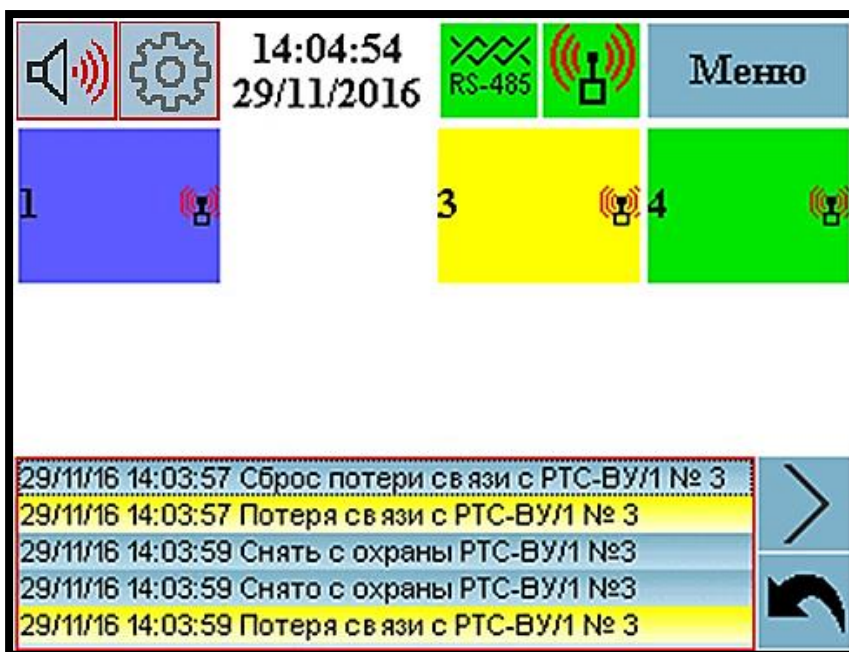
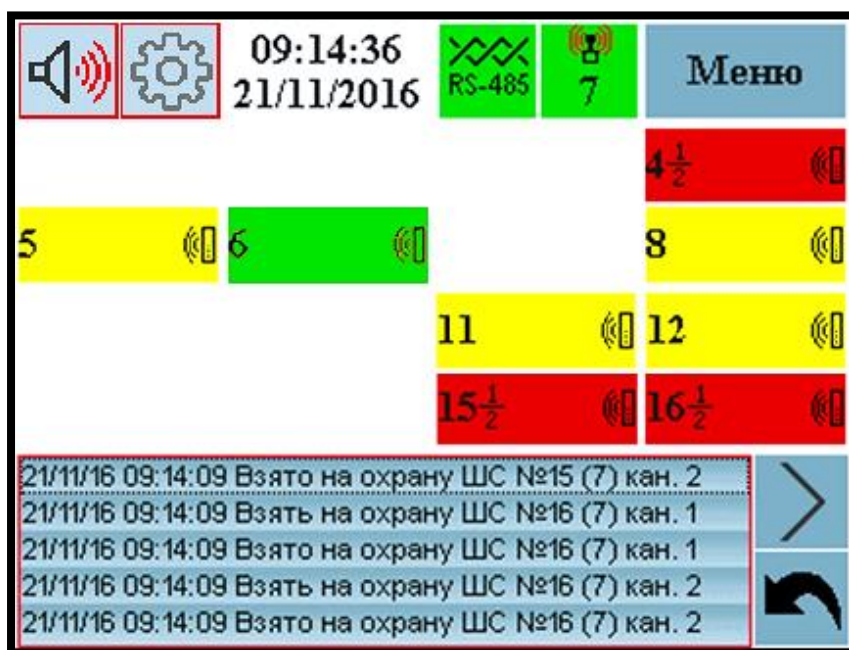

Рисунок 4 – Главный экран
Рисунок 5 –Экран РТС-ВУ/1 №7
1.4.5 При включении ПУИ-272 на экране отображается главный экран (см. рисунок 4), с которого можно перейти на экраны РТС-ВУ/1 (см. рисунок 5) или на экран проводных устройств (см. рисунок 7). Назначение кнопок приведено в таблице 1.2.